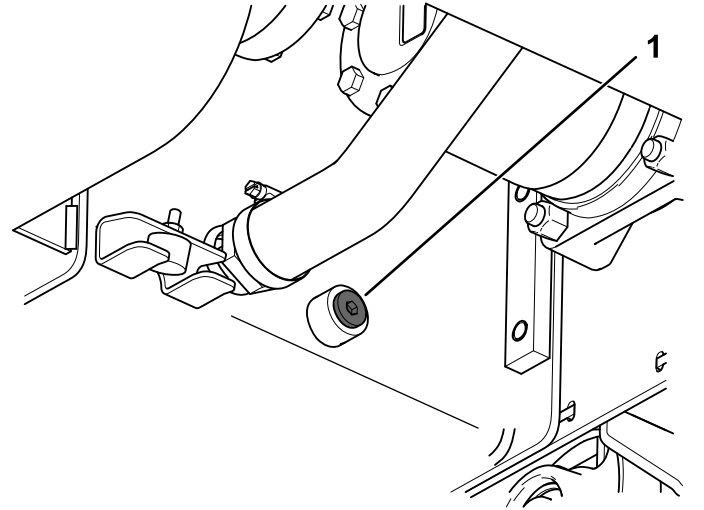

図 63
9. ドレンプラグを外して排出されるオイルを容器に回収する 図 63。
- A. ブームをアームに固定しているボルト2本とナットを外す 図 63。